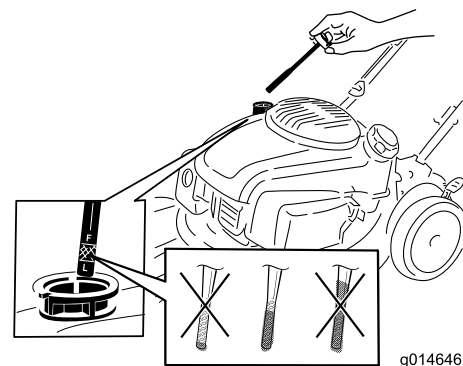

Figura 17
- Retire la varilla (Figura 17).
- Vierta aceite **lentamente** por el tubo de llenado hasta que el nivel de aceite llegue a la marca de Lleno de la varilla (Figura 17). **No llene demasiado.** (Capacidad máxima: 0.65 L, tipo: aceite detergente 10W-30 o SAE 30, con clasificación de servicio API, SJ, o superior.)